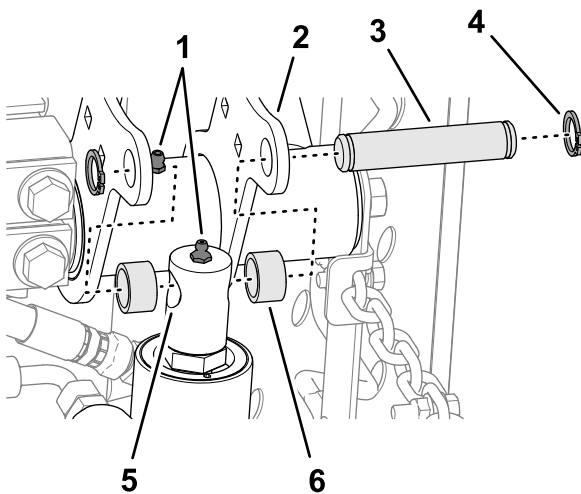

Figura 15
4. Mici încet tija cilindrului de ridicare până când se aliniază cu orificiile din flanele braului de ridicare dreapta (Figura 15).
5. Montai tija la flane cu tiftul de montare, 2 distanțiere și 2 inele de fixare (Figura 15).
6. Aplicai lubrifiant cu litiu nr. 2 pe fittingurile de lubrifiere ale braului de ridicare și ale cilindrului hidraulic (Figura 15).
- Aliniază orificiile din cadrul de susinere spate cu orificiile din plăcile de montare a unității de tăiere (Figura 15).